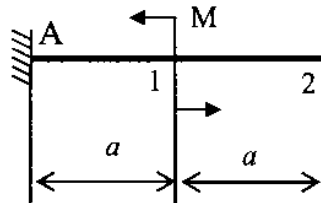

Рис.10
5. При переносе пары сил из сечения 1 в сечение 2 (рис.10) вращающее действие пары относительно точки А